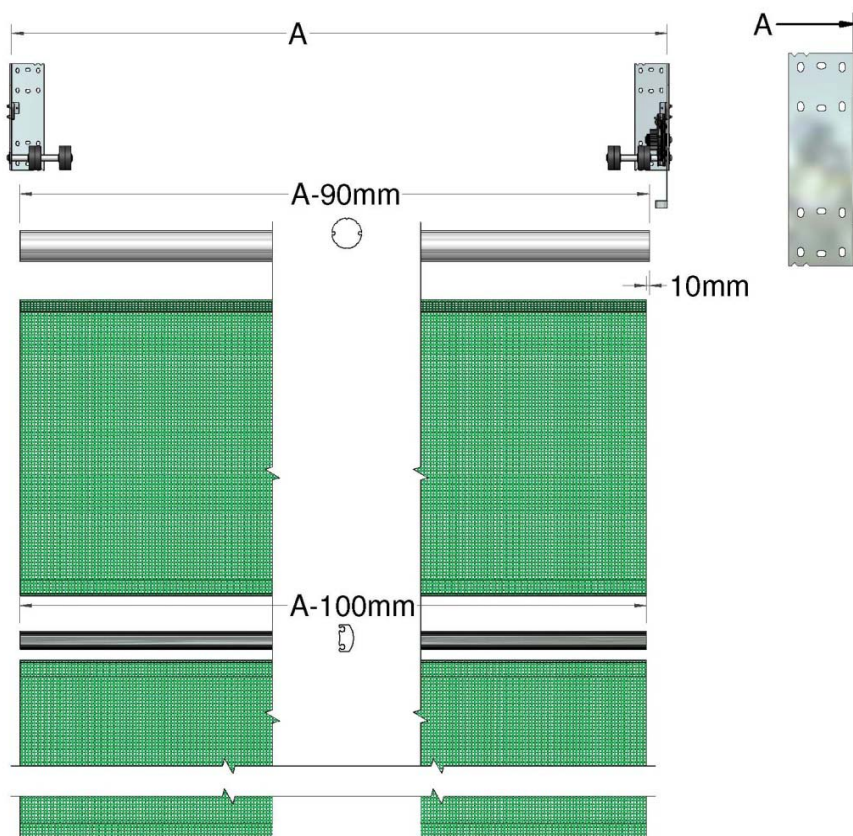

Abbildung 4a: Standardzuschmittlängen für Rohre und Netzgewebe
- 3a. Wenn die Tür zugeschnitten werden muss, zunächst lichte Weite zwischen den Innenflächen der oberen Halterungen (A) entsprechend den nachfolgenden Regeln messen (Abbildung 4a). Die untere Kappe und das untere Rohr werden zum jetzigen Zeitpunkt noch nicht geschnitten.